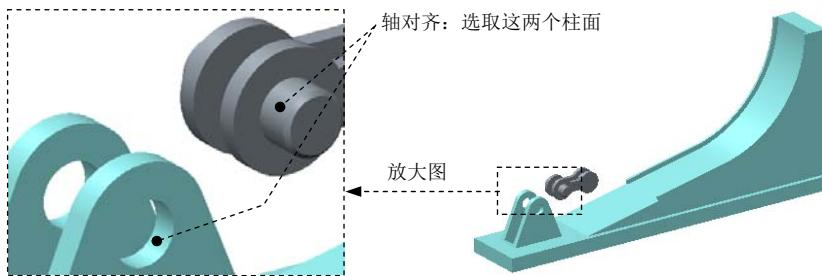
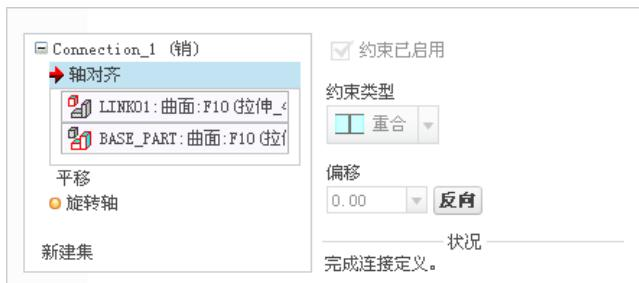

图 7.7.2 创建“销（Pin）”连接
图 7.7.3 “放置”界面
- Step4. 引入第二个元件 LINK01.prt，并将其调整到图 7.7.2 所示的位置。
- (1) 在“元件放置”操控板的机械连接约束列表中选择 销 选项。
- (2) 定义“轴对齐”约束。单击操控板中的 **放置** 按钮，分别选取图 7.7.2 中的两个柱面为“轴对齐”约束参考，此时 **放置** 界面如图 7.7.3 所示。